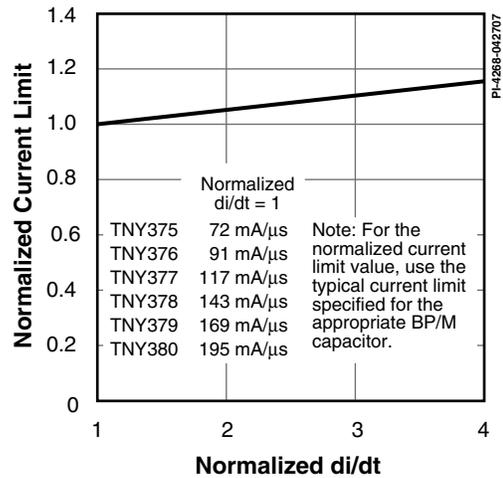

图 24. 限流点与di/dt的特性曲线
- F. 关于其它di/dt值时的电流限流点请参考图24。是在器件自偏置时进行的测量。